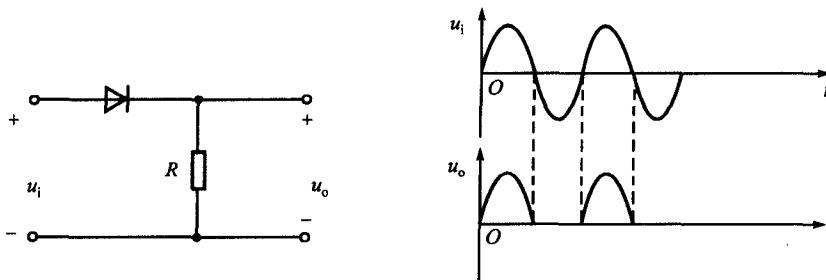

图 14.2.2
例 14.2.2 已知 $u_i = 10 \sin \omega t$ (V) 时, 根据图 14.2.2 画出 u_i, u_o 的波形图。(二极管正向导通电压可忽略不计)